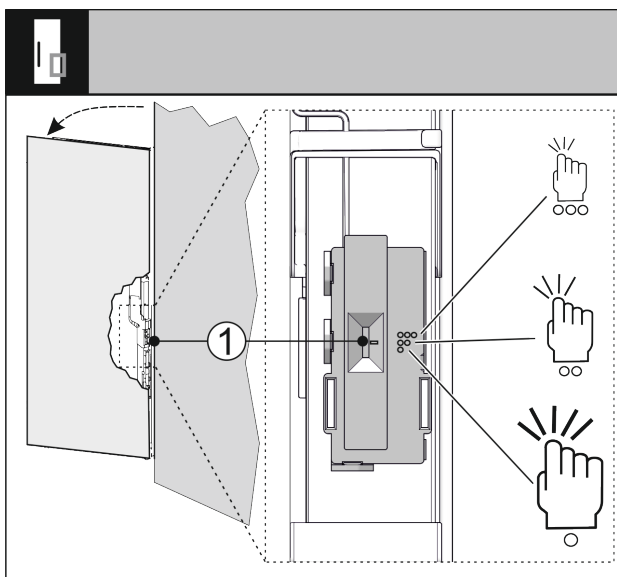

Fig. 71
Man kan indstille bankesignalets følsomhed via en kontakt Fig. 71 (1). Kontakten findes på hængselsiden på den nederste tredjedel af døren.
- ▶ Forskyd kontakten Fig. 71 (1) til den ønskede kontaktstilling.